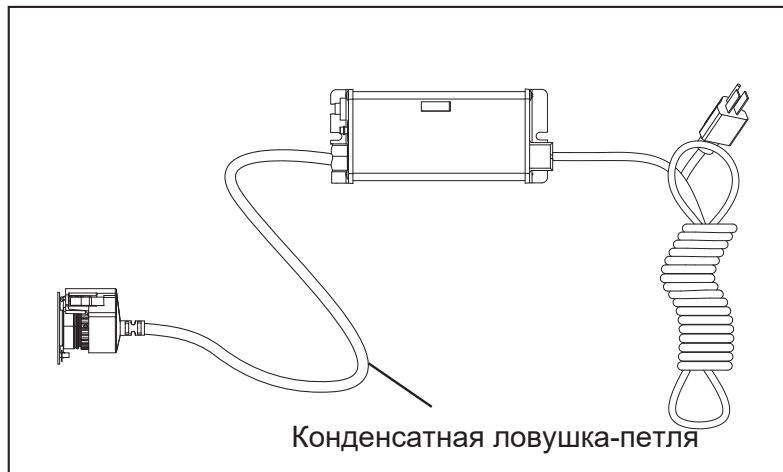

Рисунок 6 Конденсатная ловушка-петля
- Контроллер устанавливается над УФ-камерой или рядом с ней. Всегда устанавливайте контроллер горизонтально, чтобы предотвратить стекание влаги по проводам и потенциальную опасность возгорания. Настоятельно рекомендуется создавать конденсатные ловушки-петли на всех кабелях, подключенных к контроллеру. См. Рисунок 6.